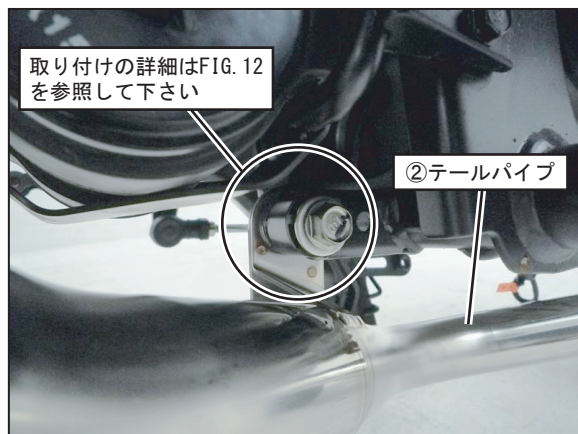

FIG. 11
9. ②テールパイプのステーを車両の取り付け位置に合わせ、純正ボルト、⑧平ワッシャM8×20、⑫フランジナットM8を使用して仮締めして下さい。(FIG. 11, 12参照)